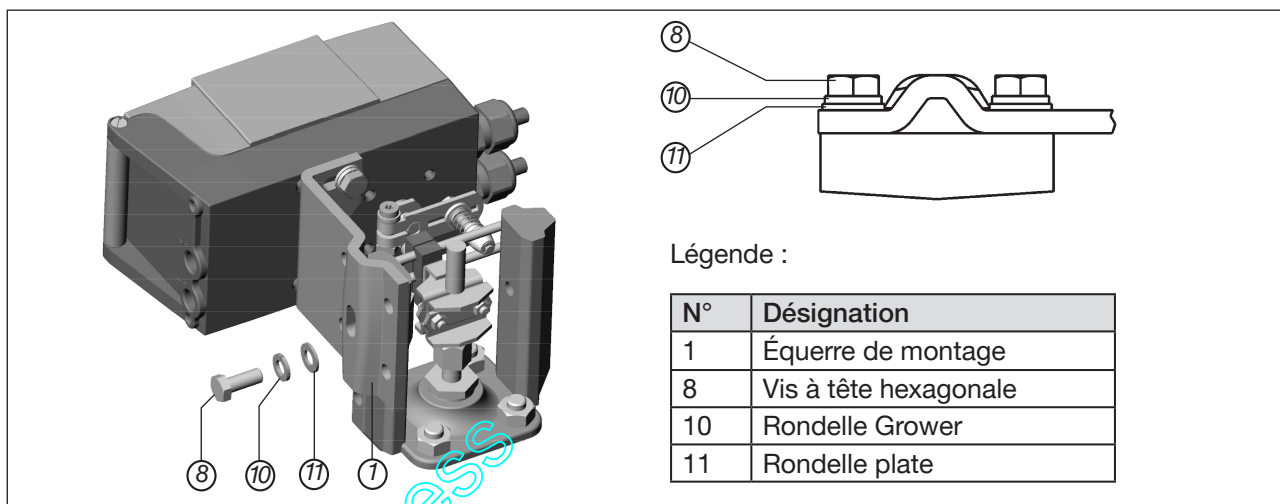

Figure 20 : Fixation du positionneur avec l'équerre de montage ; pour les actionneurs avec cadre en fonte
→ Fixer l'équerre de montage sur le cadre en fonte avec une ou plusieurs vis à tête hexagonale ⑧, rondelles plates ⑪ et rondelles Grower ⑩ (voir « Figure 20 »).